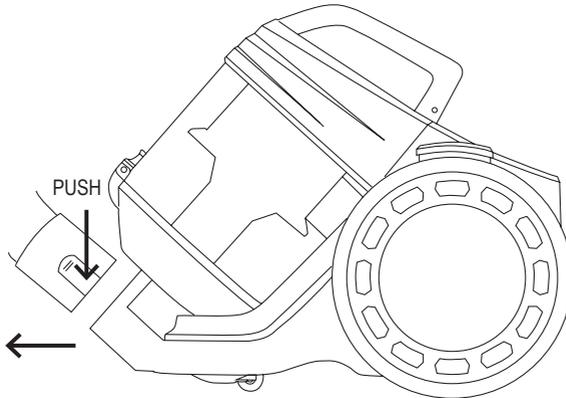

Fig. 3
- Pour utiliser le crochet de stationnement horizontal, placez l'ancrage de la brosse dans le logement situé en bas de l'appareil. (Fig. 3).